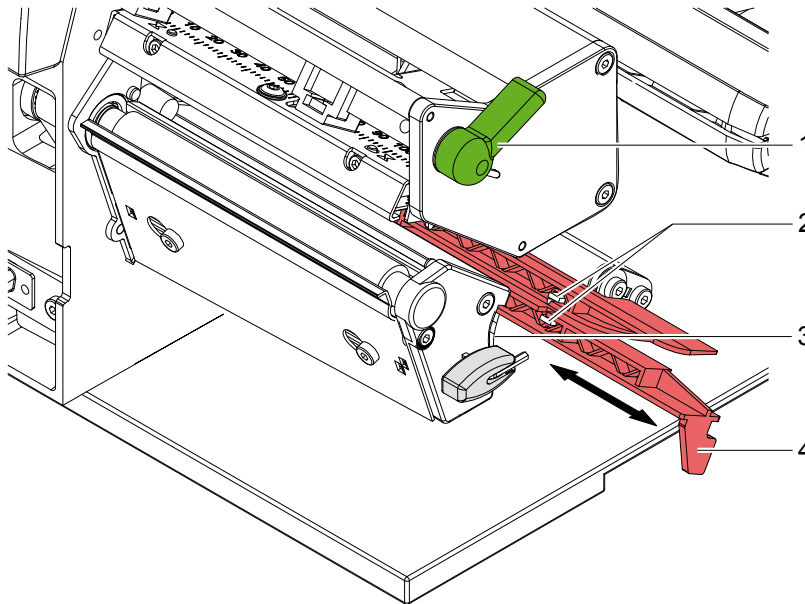

Figura 17 Pulizia de sensore di rilevamento delle etichette
1. Ruotare la leva (1) in senso antiorario per alzare la testa di stampa.
3. Premere la molla di bloccaggio (3) e tirare lentamente l'impugnatura (4) verso l'esterno in modo da estrarre il portasensore (► Figura 17). **Accertarsi che il cavo del sensore non venga teso.**
4. Pulire i sensori (2) con un pennello o un bastoncino d'ovatta imbevuto d'alcool.